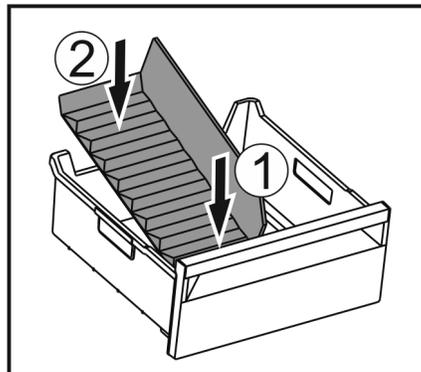

Fig. 97
- Installer la partie avant du séparateur de congélateur. Fig. 97 (1)
- Abaisser la partie arrière du séparateur de congélateur jusqu'au fond du tiroir. Fig. 97 (2)